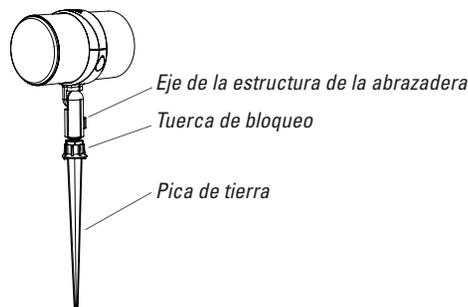

Figura 8
2. Atornilla la varilla roscada de la estructura de la abrazadera sobre la pica de tierra tal como se muestra en la Figura 8 y aprieta la tuerca de bloqueo con una llave (no suministrada) para bloquear la posición.